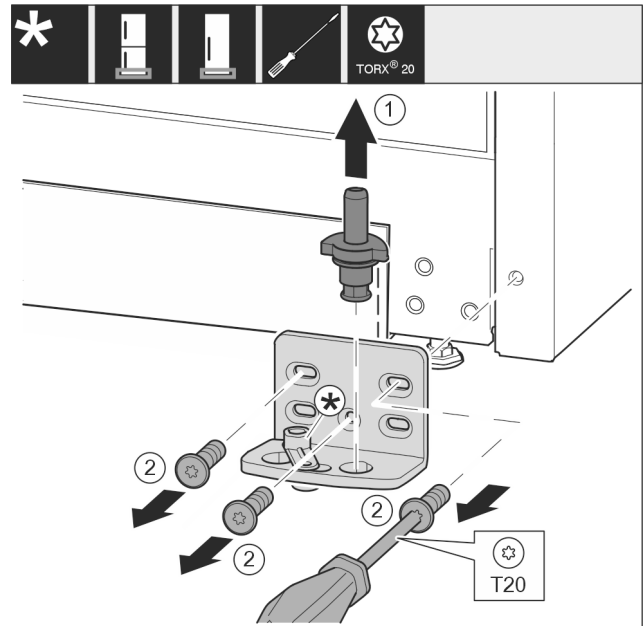

Fig. 16 *
- ▶ Vytiahnite ložiskový čap Fig. 16 (1) úplne nahor.*
- ▶ Vyskrutkujte skrutky Fig. 16 (2) skrutkovačom a odnímite ložiskovú konzolu.*